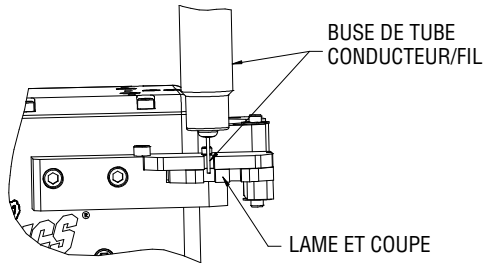

Figure 7: Tube Conducteur/Fil et Lame
8. Abaisser le bras robotisé et le tube conducteur à une hauteur qui mettra à découvert la longueur correcte de fil de soudure une fois la coupe effectuée — le fil de soudure doit dépasser de la lame de coupe du dispositif de coupe de fil. Voir la Figure 7.